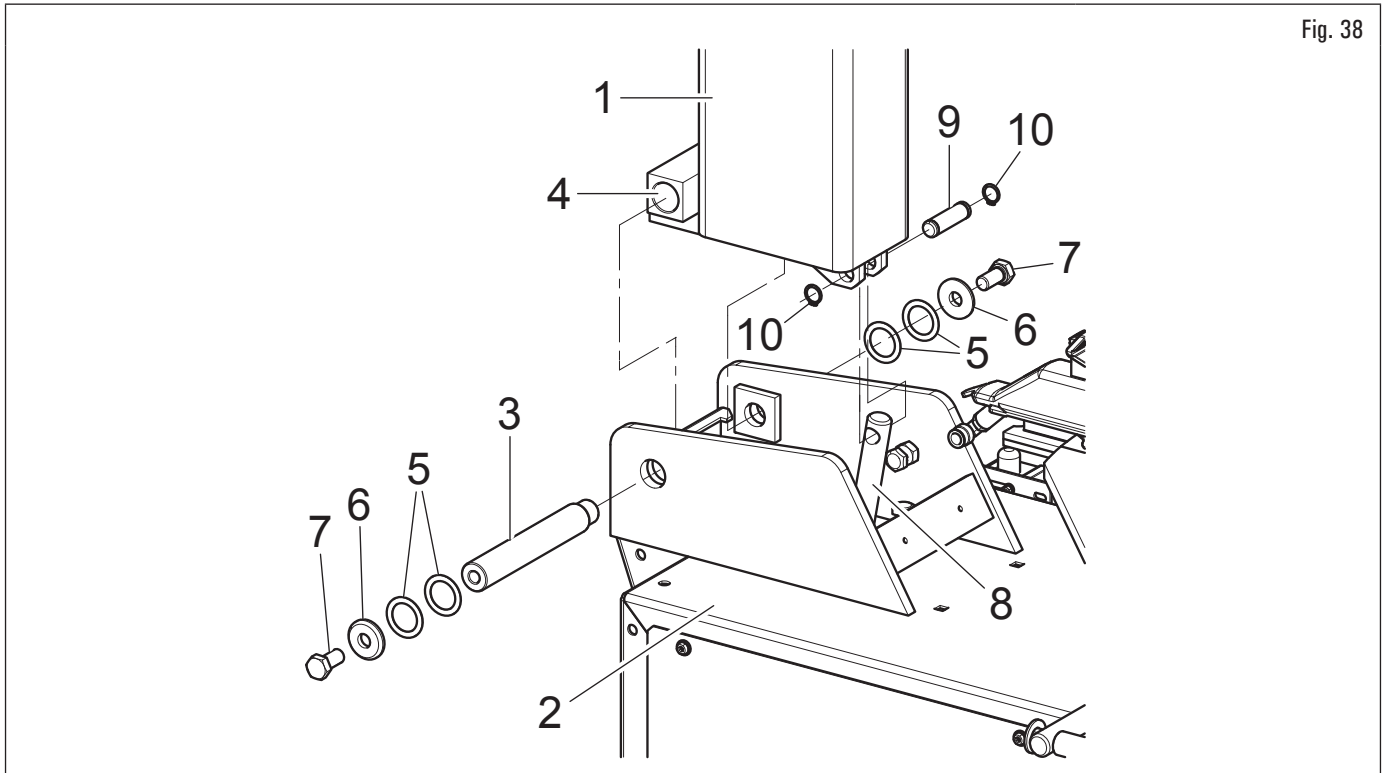

Fig. 38
2. sacar la barra vertical (Fig. 38 ref. 1) del embalaje y colocarla sobre la base en posición vertical;
3. montar el palo (Fig. 38 ref. 1) en la base (Fig. 38 ref. 2) introduciendo el perno (Fig. 38 ref. 3) en el agujero específico (Fig. 38 ref. 4) y bloquearlo con las arandelas (Fig. 38 ref. 5), los espaciadores (Fig. 38 ref. 6) y los tornillos (Fig. 38 ref. 7). Fijar el vástago del cilindro (Fig. 38 ref. 8) de mando vuelco palo utilizando el perno (Fig. 38 ref. 9) y los seeger (Fig. 38 ref. 10);